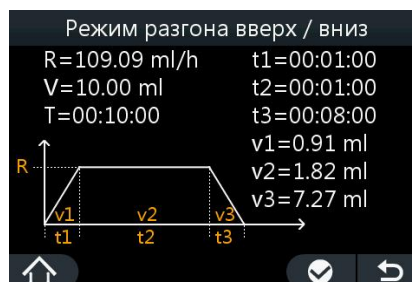

Рисунок 5-10
3. Установите заданный объём, общее время, время нарастания, время спада. Затем автоматически переходите к интерфейсу, как показано на рис.5-10.